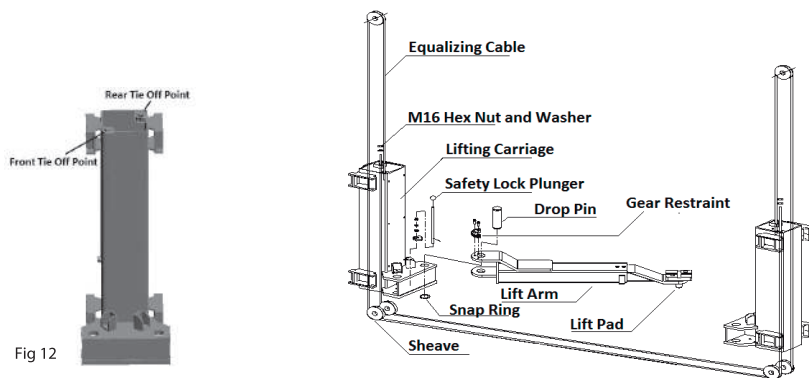

Fig 12
• **PASO 15:** (ver Fig. # 2) Después de elevar la ruta columnas los cables en cada uno de las columnas como se ilustra. Pase el cable desde la parte frontal. Atar al punto de partida del carro, el conector de parada se asentará en la parte frontal dejar de montaje. Asegúrese de que el cable se encamina hacia la polea a través de la placa de montaje superior encamina entonces hacia abajo la parte posterior de la columna. Ruta cable a través de la polea inferior en línea directa con la polea superior. Retire toda la holgura del cable al bajar el carro de elevación y tirando del cable apretado. Enrollar el cable restante en la columna. Esto hará que la instalación de los cables más fácil antes de levantar columnas. **IMPORTANTE:** hacer que la cadena de seguro se asegura y se encamina alrededor de la polea antes de bajar del carro. (Fig. 12)
- Paso 16: Repita el paso 15 para el segundo cable ecualizador. (Fig 12)